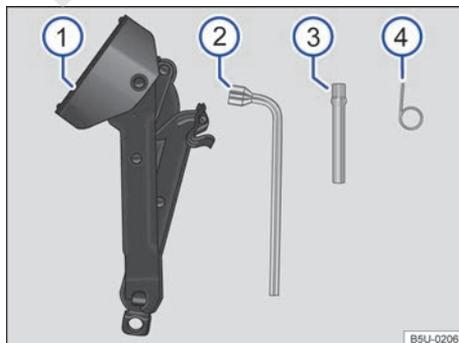

Fig. 166 Componentes de las herramientas de a bordo.
→ fig. 166
- Encajar el adaptador → fig. 166 ③ y la llave de rueda ② en el tornillo del mecanismo.
- Empujar con cuidado la rueda de emergencia, en el sentido de la flecha ③, posicionándola de abajo del vehículo.